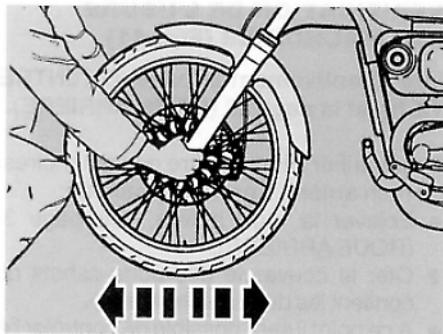

Fig. 42
CONTROLE DE LA DIRECTION (Fig. 42- 43)
- ◆ Secouer la fourche dans le sens de la marche (Fig. 42).